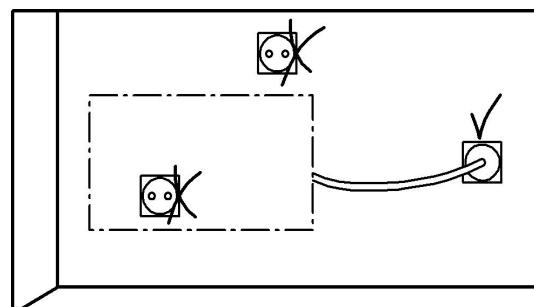

Abbildung 2
- führen sie für die Befestigung an der Wand eine Markierung aus (siehe Abb. 2, Tabelle 2)